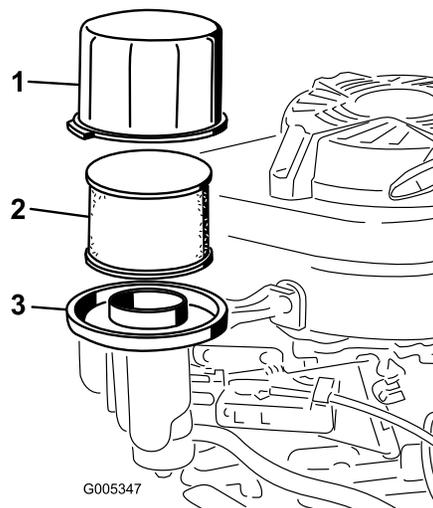

Figure 24
3. Enlevez le couvercle et nettoyez-le soigneusement (Figure 24).
4. Enlevez et examinez l'élément filtrant en papier (Figure 24) et mettez-le au rebut s'il est excessivement encrassé.
5. Enlevez le préfiltre en mousse et nettoyez-le à l'eau avec un détergent doux. Séchez-le ensuite en le serrant légèrement dans un chiffon (Figure 24).